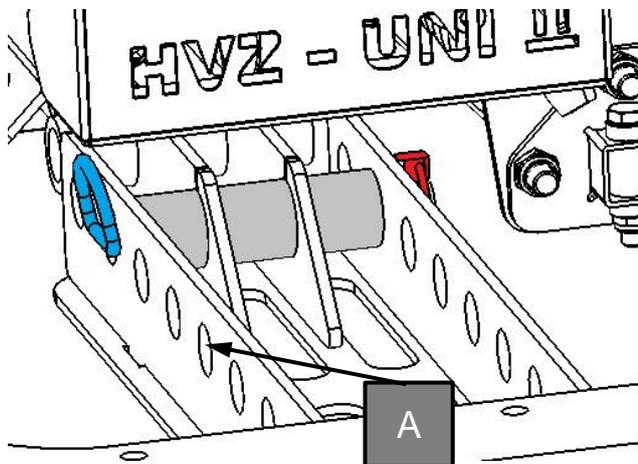

Fig. 18
Tirer le ecartement principal jusqu'à la position de perçage correspondante (A) en tenant les poignées (Fig. 18 et 19).